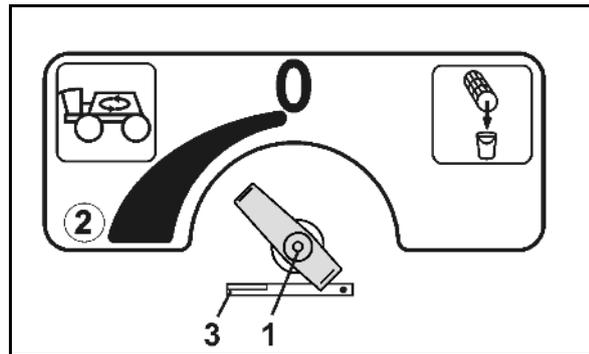

Fig. 75
- Tramite il rubinetto di regolazione Fig. 75/1) impostare il mescolatore supplementare.
Il mescolatore supplementare viene disattivato portando il rubinetto di regolazione in posizione 0. La massima potenza corrisponde alla posizione (Fig. 75/2).
Dispositivo di sicurezza per funzione di scarico del filtro a pressione (Fig. 75/3).